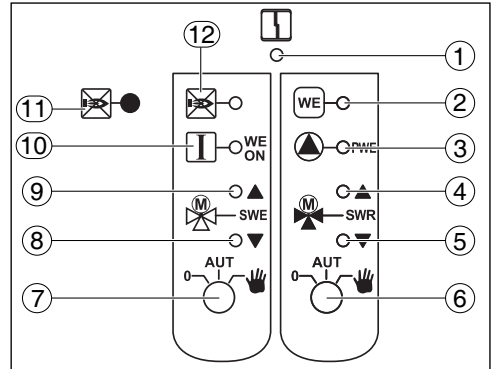

Рис. 1 Элементы управления FM444
Модуль FM444 в соединении с альтернативными теплогенераторами имеет функцию, которая при нажатии кнопки **Разогрев** (→ рис. 1, [11]) на стадии разогрева альтернативного теплогенератора препятствует старту дизельного/газового отопительного котла.
3.3.1 Переключатель автоматического теплогенератора / аварийного охлаждения (→ рис. 1, [7])
3.3.2 Переключатель насоса теплогенератора (→ рис. 1, [6])